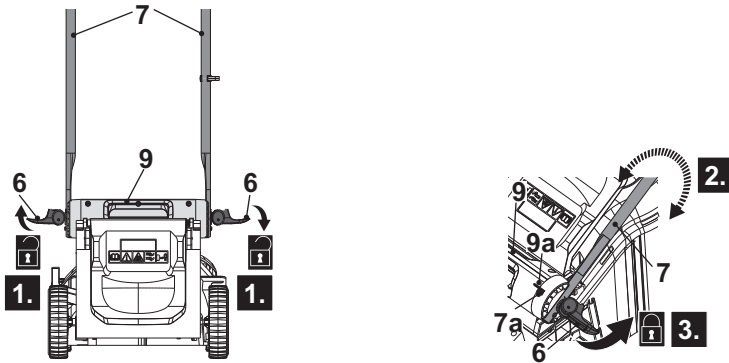

Fig. 10
1. Desdobre e solte as alavancas de pinça (6) no sentido contrário ao dos ponteiros do relógio em ambos os lados das pegas inferiores (7), mas não as retire (Fig. 10, passo 1).
2. Segure e balance suavemente o conjunto a pega para a posição desejada, alinhando a linha de indicação (7a) com o indicador (9a) do punho de transporte (9) (Fig. 10, passo 2). Certifique-se de que a montagem da pega é montada no mesmo nível de altura em ambos os lados.
3. Fixar a montagem da pega dobrando a alavanca de pinça (6) em direcção à pega de transporte (9). Se a alavanca de pinça (6) não puder ser dobrada, solte-a e dobre-a novamente. Se estiver demasiado solta, aperte-a rodando a alavanca de pinça (6) no sentido dos ponteiros do relógio (Fig. 10, passo 3).